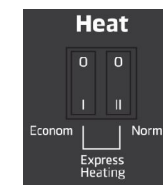

Рис.3
2. Для включения первой ступени нагрева (440 Вт - Econom) переведите в положение «I» левую клавишу на выключателе электронагрева, расположенного рядом с панелью управления в верхней части корпуса прибора (рис.3).